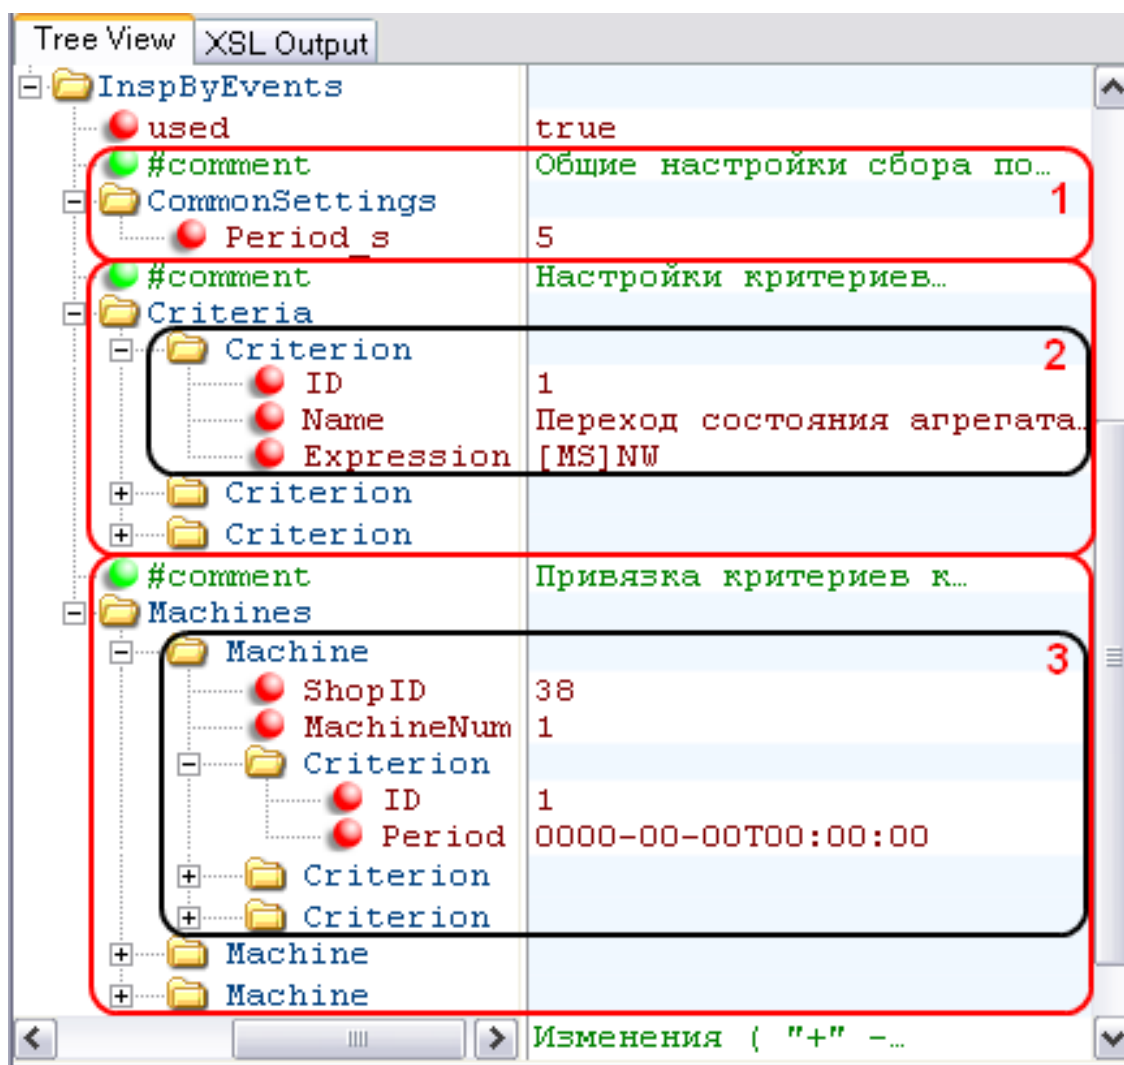

Рис. 70. Настройки сбора обследований по событиям
- <CommonSettings> – общие настройки сбора по событиям (Рис. 70. Настройки сбора обследований по событиям [1]). Узел содержит атрибут «Period_s» - интервал между запросами данных параметров и ЭД для каждого из модулей. Значение атрибута указывается в секундах.
- <Criteria> – настройки критериев инициирования сбора данных обследований (Рис. 70. Настройки сбора обследований по событиям [2]). Для каждого критерия необходимо создать отдельный узел Criterion со следующими атрибутами:
- <Machines> – данные о привязке критериев сбора данных обследований к агрегату (Рис. 70. Настройки сбора обследований по событиям [3]). Для каждого агрегата необходимо создать отдельный узел <Machine> со следующими атрибутами: